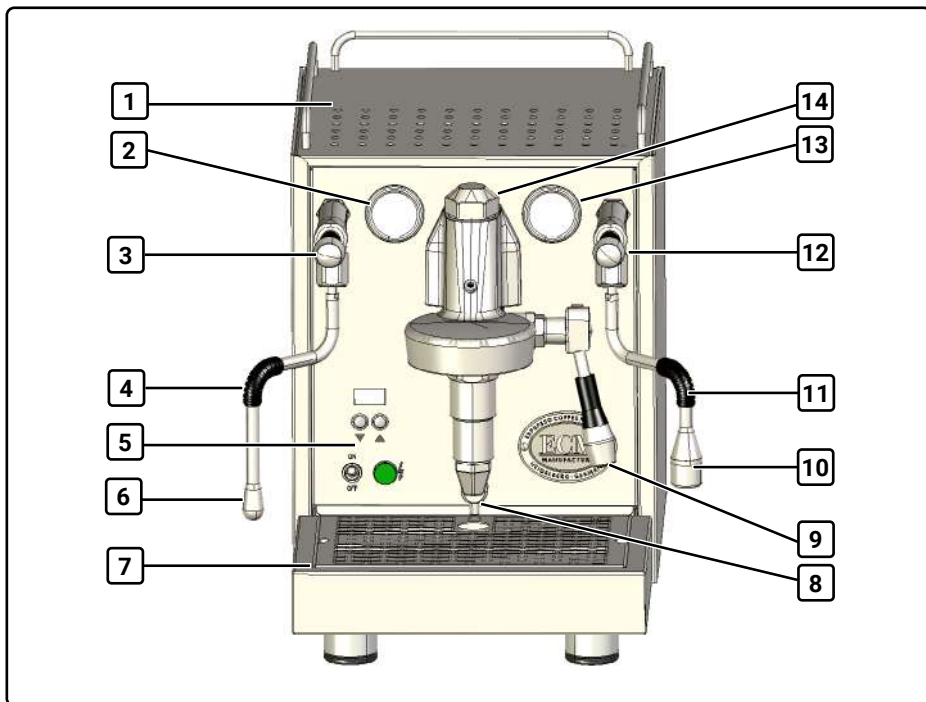

Fig. 1 Structure et composants
1. Appuyez sur l'interrupteur principal (1, fig. 1).
Le levier de vapeur basculant (1, Fig. 1) sert à ouvrir et à fermer le tuyau de vapeur afin de produire de la vapeur chaude.